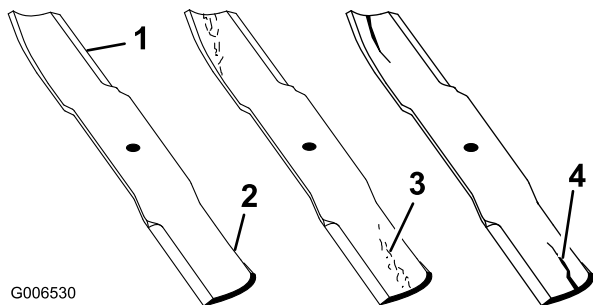

Figura 28
2. Examine cuidadosamente los extremos de corte de la cuchilla, sobre todo en el punto de reunión entre la parte plana y la parte curva de la cuchilla (Figura 28). Puesto que la arena y los materiales abrasivos pueden desgastar el metal que conecta las partes curva y plana de la cuchilla, compruebe la cuchilla antes de utilizar la máquina. Si observa señales de desgaste (Figura 28), cambie la cuchilla; consulte Cómo retirar la cuchilla.
Si se permite que la cuchilla se desgaste, se formará una hendidura entre la vela y la parte plana de la cuchilla (Figura 28). Con el tiempo, una parte de la cuchilla podría desprenderse y salir lanzada desde debajo de la carcasa, posiblemente causando lesiones graves a usted o a otra persona.